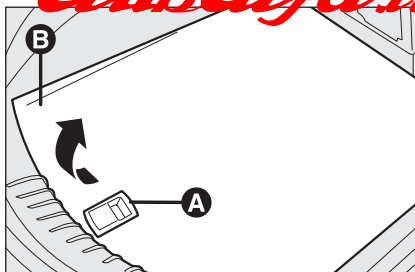

fig. 2
- ☐ mediante la maniglia **A-fig. 2**, sollevare il rivestimento rigido **B**;